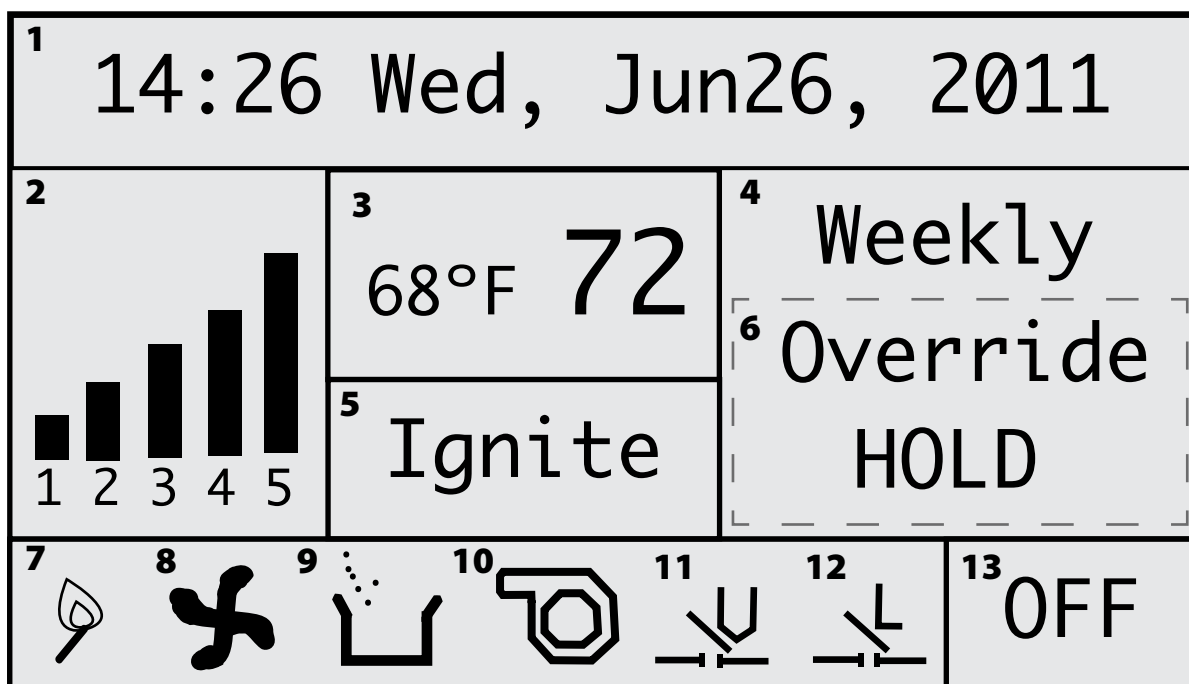

Figure 19
Lorsque le poêle se met en marche, l'indicateur d'allumage et l'indicateur du ventilateur d'air de combustion apparaîtront à l'écran (images 7 et 8 dans la Figure 19 à la page 62). « Ignite » (allumer) apparaîtra aussi dans la case Étape de fonctionnement sur l'écran. Après environ quatre secondes, l'indicateur Interrupteur de dépression apparaîtra. Remarquer aussi que l'indicateur Couvercle de trémie ouvert (Indicateur de limite) apparaîtra chaque fois que le couvercle de trémie du poêle est correctement fermé et scellé.
- Avec un horaire défini, s'assurer que l'écran principal sur le contrôleur affiche « Weekly » (hebdomadaire) (pour un fonctionnement en mode hebdomadaire) et que l'appareil est en marche. L'horaire ne sera pas en vigueur à moins que l'appareil soit en marche en mode « Weekly ». (Voir le bouton 13 sur la Figure 19).